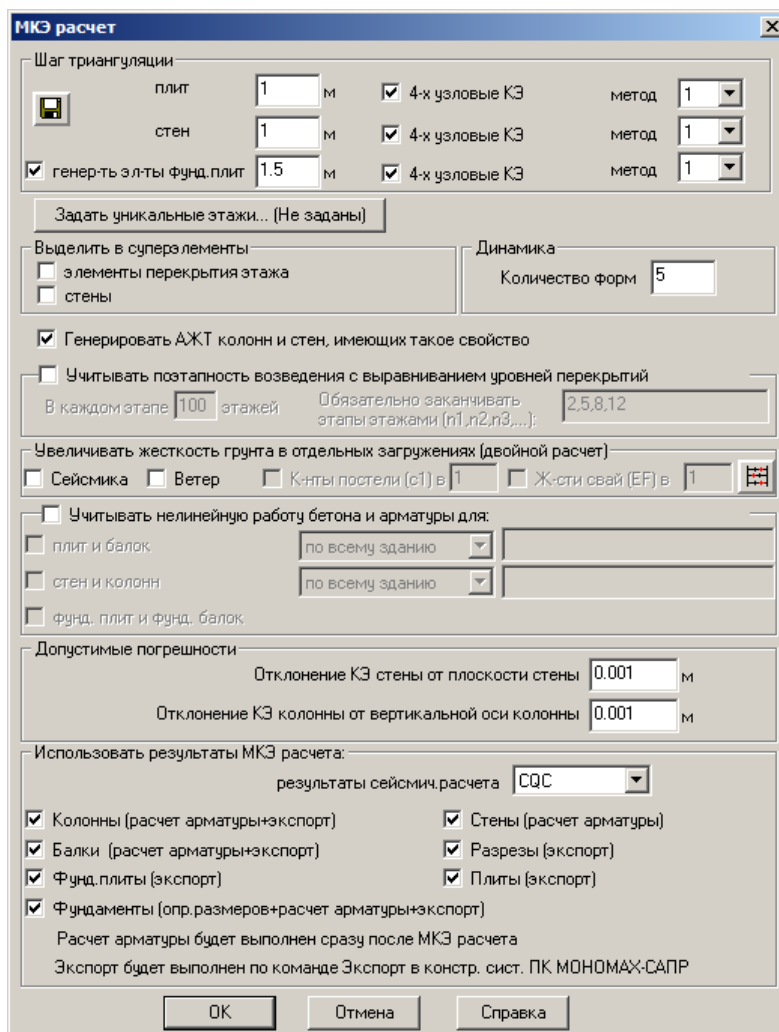

Рис.15.4.1. Окно диалога МКЭ расчет
- В открывшемся окне диалога **МКЭ расчет** (рис. 15.4.1) задайте следующие параметры: